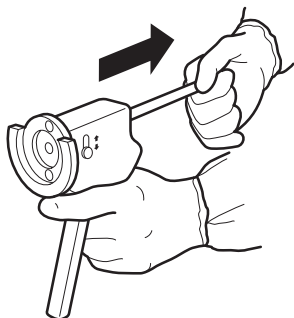

図1
- ラムを回してドライブシステムを外してから、ディスクがセメントガンの本体で止まるまでラムを引き戻します (図1)。